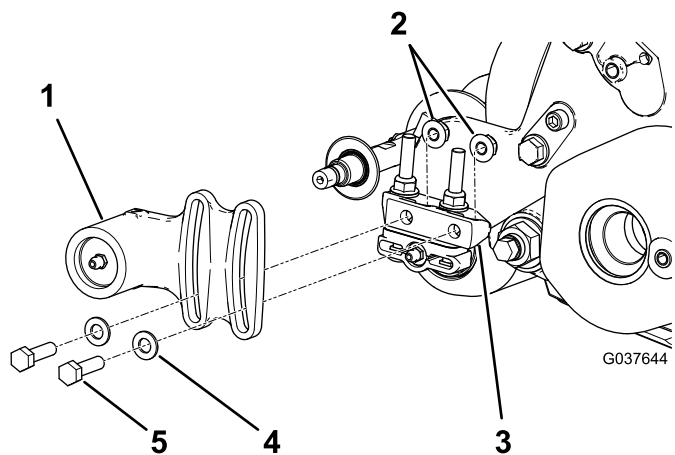
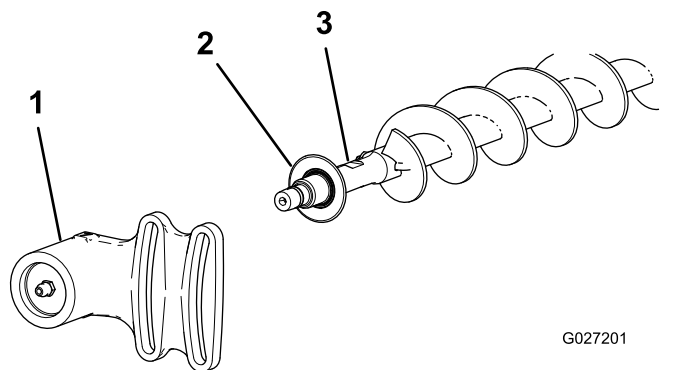

Figura 20
Figura 21
tuercas que sujetan el alojamiento del cojinete sin motor al soporte de montaje del alojamiento del cojinete (Figura 20 y Figura 21).
- Retire el alojamiento del cojinete sin motor, y el retén, del eje del cepillo (Figura 21).
- Instale el retén y el alojamiento del cojinete del lado sin transmisión sobre el eje del cepillo (Figura 21).